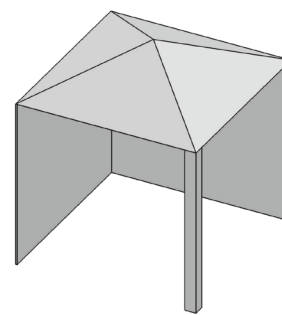
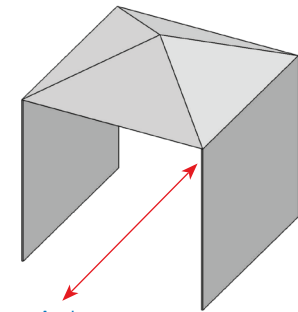

Fig. 2
Fig. 3
- Las paredes laterales pueden ser paralelas, como en un pasillo, o estar en ángulo recto entre sí. (Fig. 2 & Fig. 3)